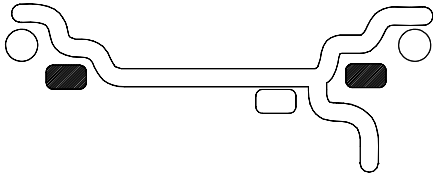

Figure 17 **ALU 1**
**C. MODES ALUMINIUM.** L'équilibrage se fait en utilisant une combinaison de poids appliqués au marteau et adhésifs de la façon indiquée aux Figures 17 à 21.